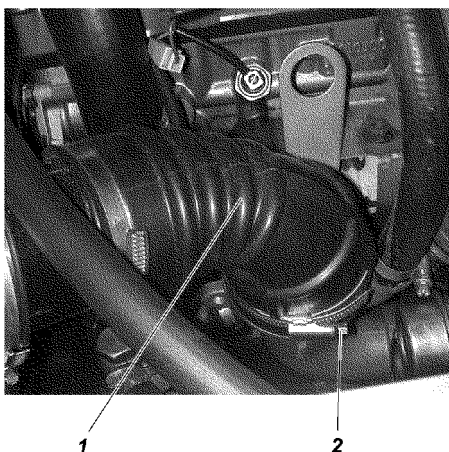

Рис. 4.165. Патрубок воздушного фильтра:
3. Ослабить хомут 2 (рис. 4.165) резинового патрубка 1 и снять его с впускного патрубка ТКР.